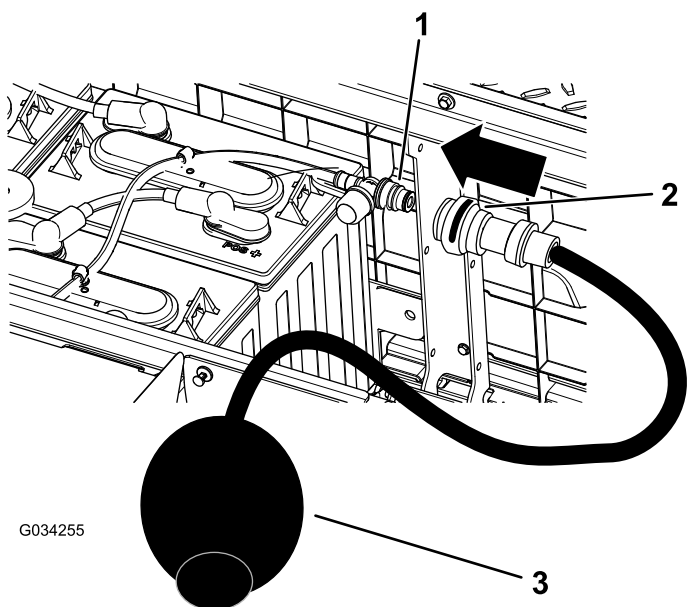

Figura 39
4. Conecte la bomba manual de agua de Toro en el puerto de llenado de agua (Figura 39).